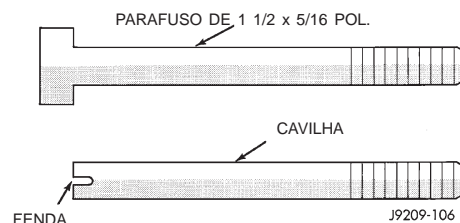

Fig. 48 Fabricação das Cavilhas de Alinhamento
(1) Arme 4 cavilhas de alinhamento com parafusos de 5/16 x 1 1/2 pol. Corte a cabeça dos parafusos e corte uma fenda no topo da cavilha. Isto facilitará a instalação e remoção com uma chave de fenda (Fig. 48).
(1) Arme 4 cavilhas de alinhamento com parafusos de 1 1/2 x 5/16 pol. Corte a cabeça dos parafusos e corte uma fenda no topo da cavilha. Isto facilitará a instalação e remoção com uma chave de fenda (Fig. 48).